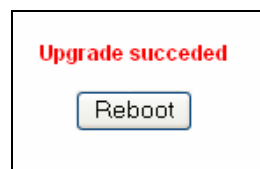

Figure 32 : Mode sans échec – Restauration du firmware (3)
3. Cliquez sur **Start Upgrade** : la mise à jour s'effectue. Une fois terminée, la Figure 32 apparaît :